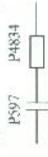

Рисунок 2. Схема соединения составной меры.
5.4.4 Определение погрешности измерений импеданса и вторичных параметров. Определение погрешности измерений импеданса (Z) и вторичных параметров: тангенса угла диэлектрической потерь (D), добротности (Q) и угла фазового сдвига (Θ), производится методом прямого измерения при помощи составных мер из последовательно соединенных меры емкости P597 и магазина сопротивлений P4834 по схеме Рис. 2.